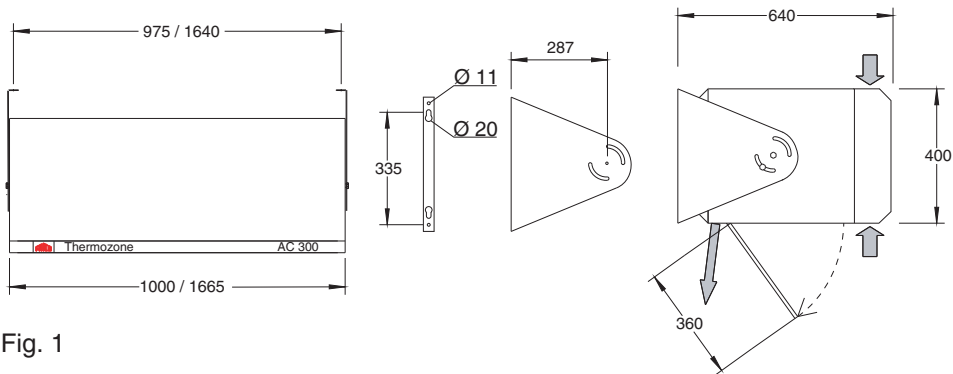

Fig. 1
- Разметьте место на стене или на потолке под отверстия консолей, надежно закрепите консоли и подвесьте завесу на консоли (рис.1). Крепление производится штатными болтами M10 в центральные отверстия консоли и на торце завесы, угол нужного наклона завесы фиксируется штатными болтами M10 в соответствующих отверстиях консоли и завесы.
- Соблюдайте минимальные расстояния (рис.1) и следите за тем, чтобы аппарат не устанавливался непосредственно под/над силовой розеткой.